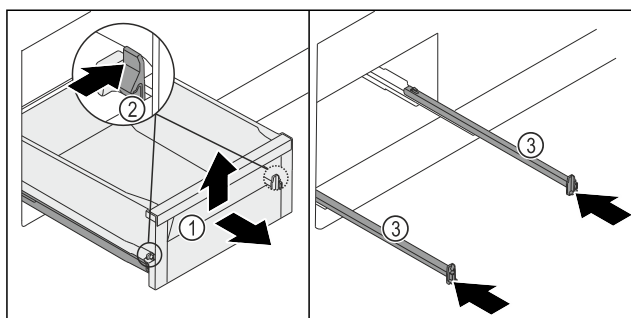

Fig. 258
- ▶ Trekk skuffen Fig. 258 (1) så langt ut som mulig.
- ▶ Trykk klemmen Fig. 258 (2) til venstre og høyre innover samtidig.
- ▶ Skuffen Fig. 258 (1) løsner fra skinnene.
- ▶ Løft opp skuffen Fig. 258 (1) i fronten.
- ▶ Fjern skuffen Fig. 258 (1) forover.
- ▶ Skyv inn skinnene Fig. 258 (3).